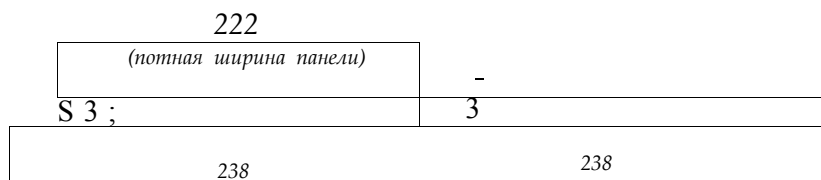

Рис. 1
- o При установке *панелей*, монтаж осуществляется в *таз -гребень*», при этом её полезная ширина составит **222 мм** относительно габаритной ширины - 238 мм. Пояснение данного фактора приведено на рис. 1.